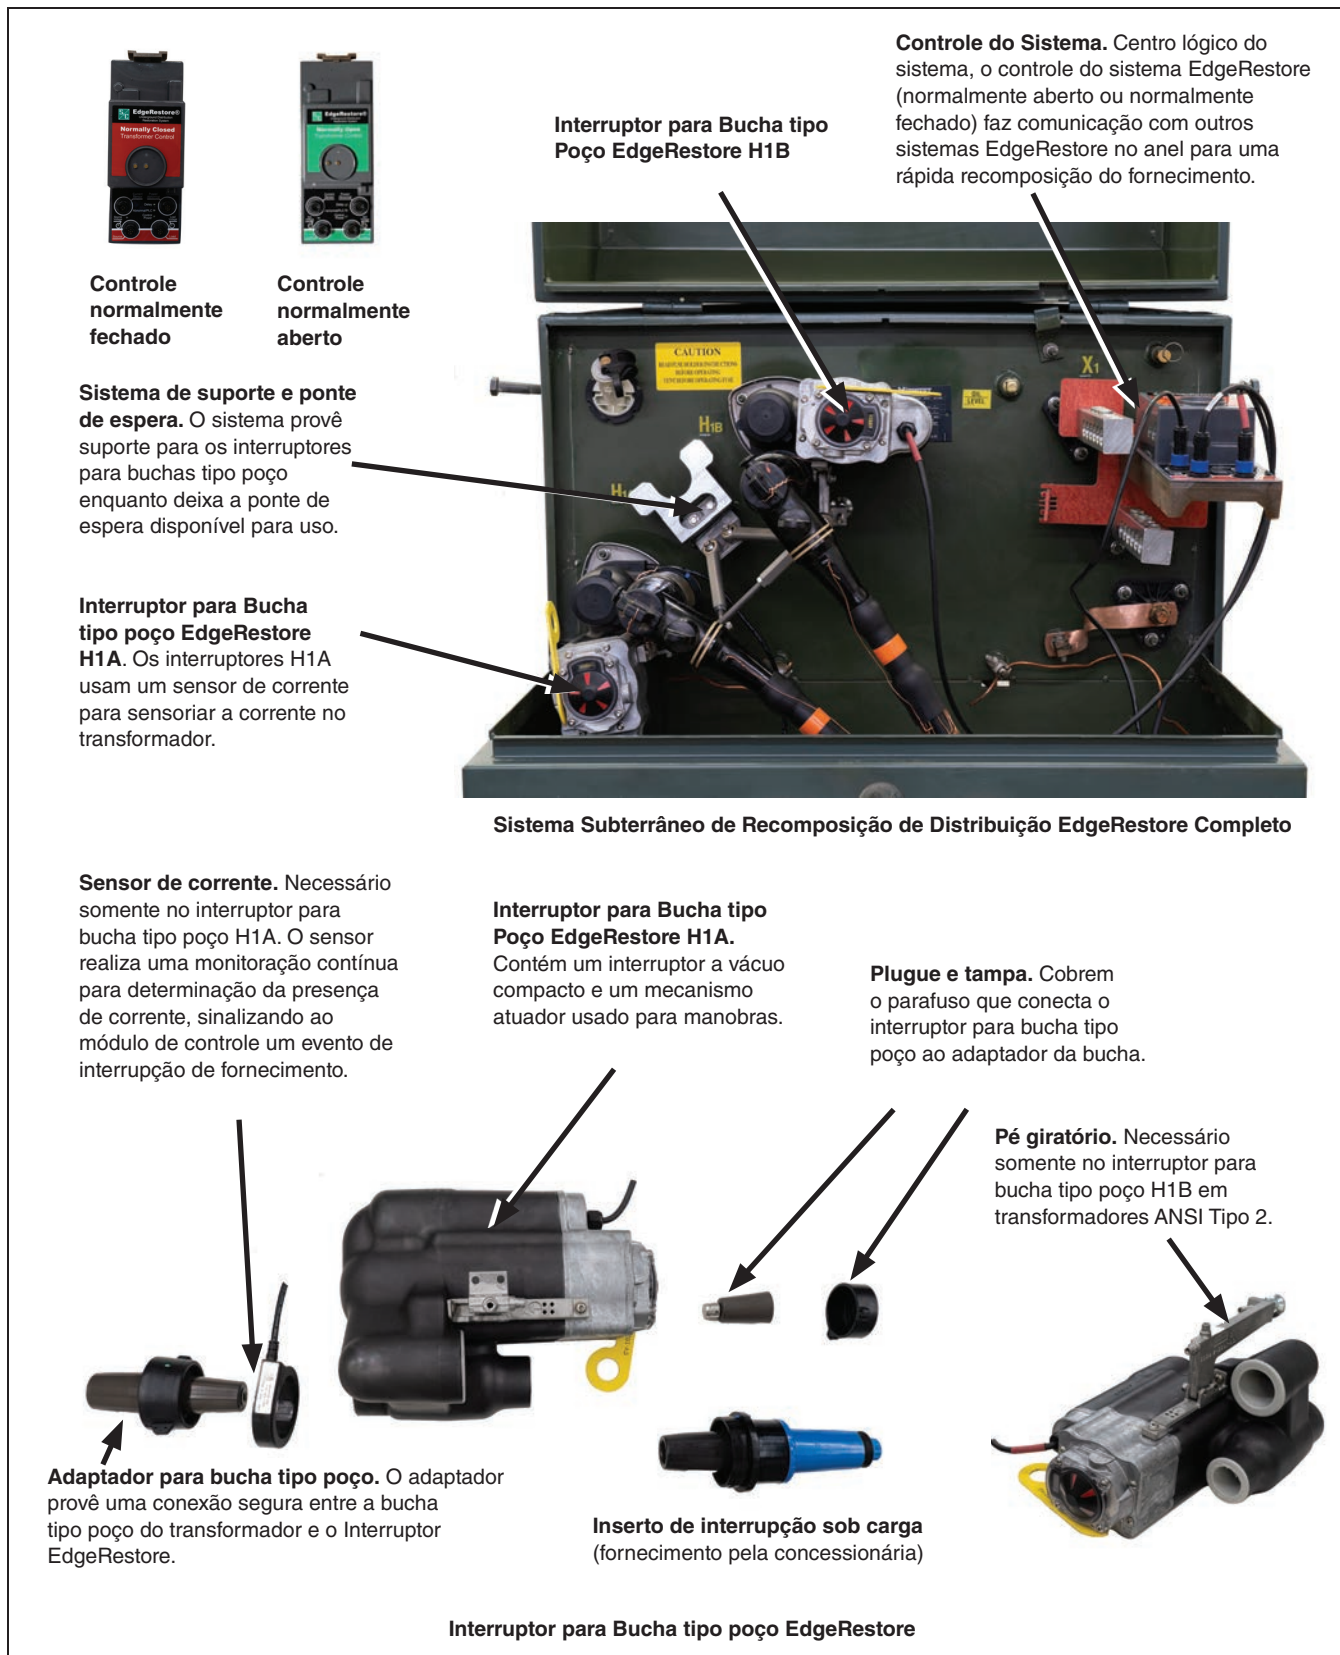

Figura 1. Componentes do Sistema de Recomposição para Distribuição Subterrânea EdgeRestore.
Familiarize-se com as partes da instalação. Uma instalação completa é mostrada na Figura 1 na página 8.
- PASSO 3.** Limpe os adaptadores de buchas tipo poço H1A e H1B com um pano macio. Os adaptadores de buchas tipo poço são incluídos no kit de instalação. Eles tem aspecto parecido com insertos de interrupção sob carga, porém são mais curtos e na cor cinza. Ver Figura 1 na página 8.